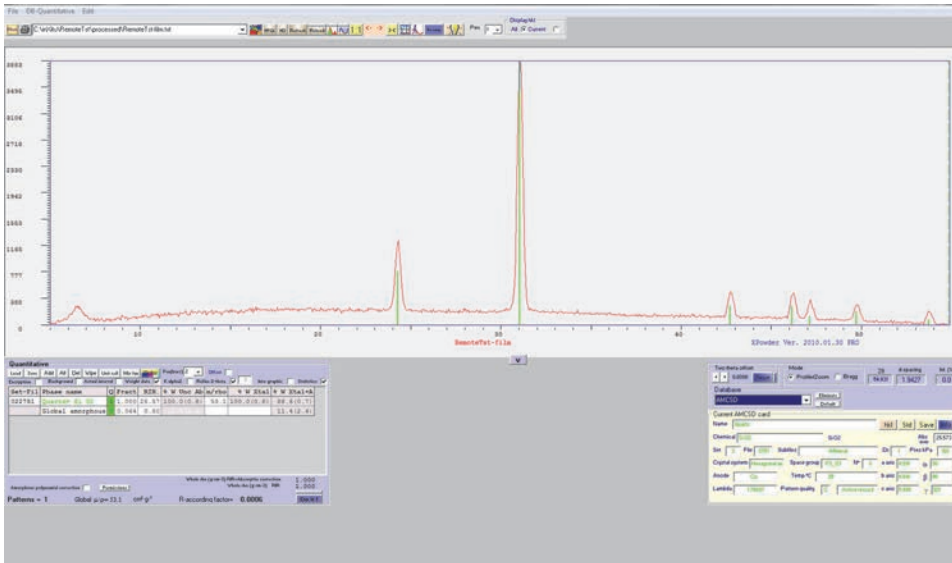

Abbildung C-11 Fenster mit Quantitative
13. Im XPowder Fenster wählen Sie **Quantitative > LS-RIR Database Cards** (Quantitative > LS-RIR Datenbankkarten), um die entsprechende Intensitätsverhältnis der halbquantitative Analyse und Zusammenfassung zu sehen (siehe Abbildung C-11 auf Seite 102).